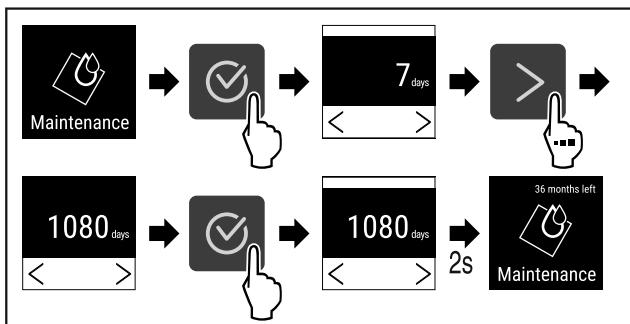

Fig. 74
- Изпълнете стъпките (виж Fig. 74).